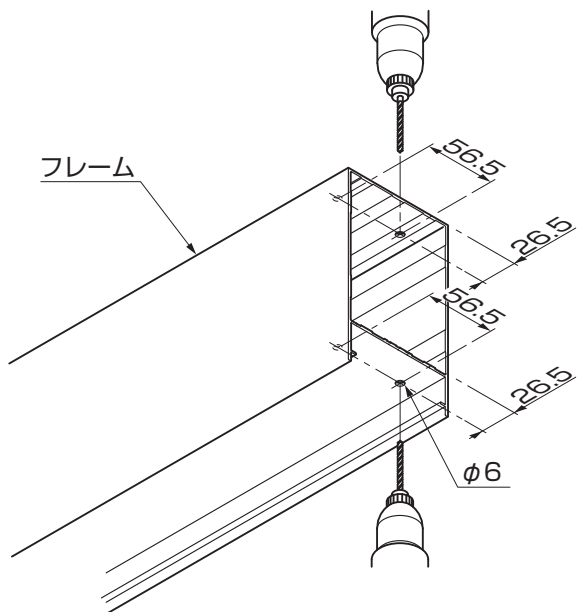
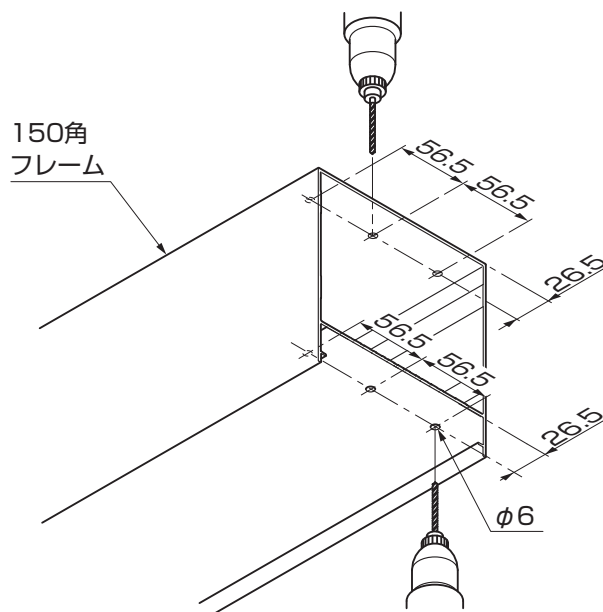

图 1-6
图 1-7
①フレームを図1-6（150角の場合は図1-7）を参照して加工してください。